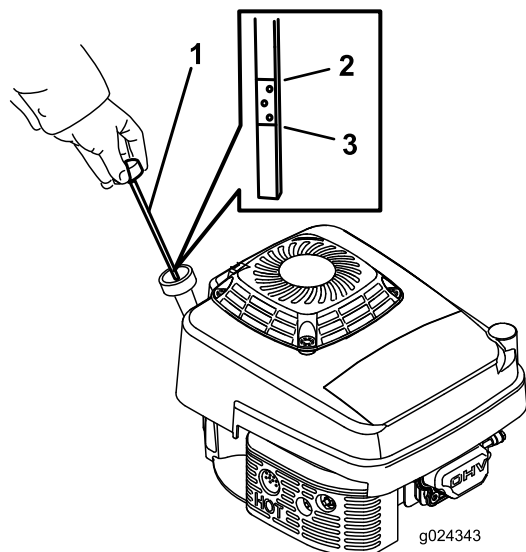

Figure 12
2. Tournez le bouchon dans le sens antihoraire et sortez la jauge (Figure 12).
5. Relevez le niveau d'huile indiqué sur la jauge (Figure 12).
- Si le niveau d'huile est trop bas, (Figure 12), versez avec précaution une petite quantité d'huile détergente SAE 30 ou SAE 10W-30 dans le tube de remplissage, attendez 3 minutes puis répétez les opérations 3 à 5 jusqu'à ce que le niveau d'huile correct soit atteint.
- Si le niveau d'huile est trop élevé (Figure 12), vidangez l'excédent d'huile jusqu'à obtention du niveau d'huile correct sur la jauge ; voir Vidange de l'huile moteur (page 21).